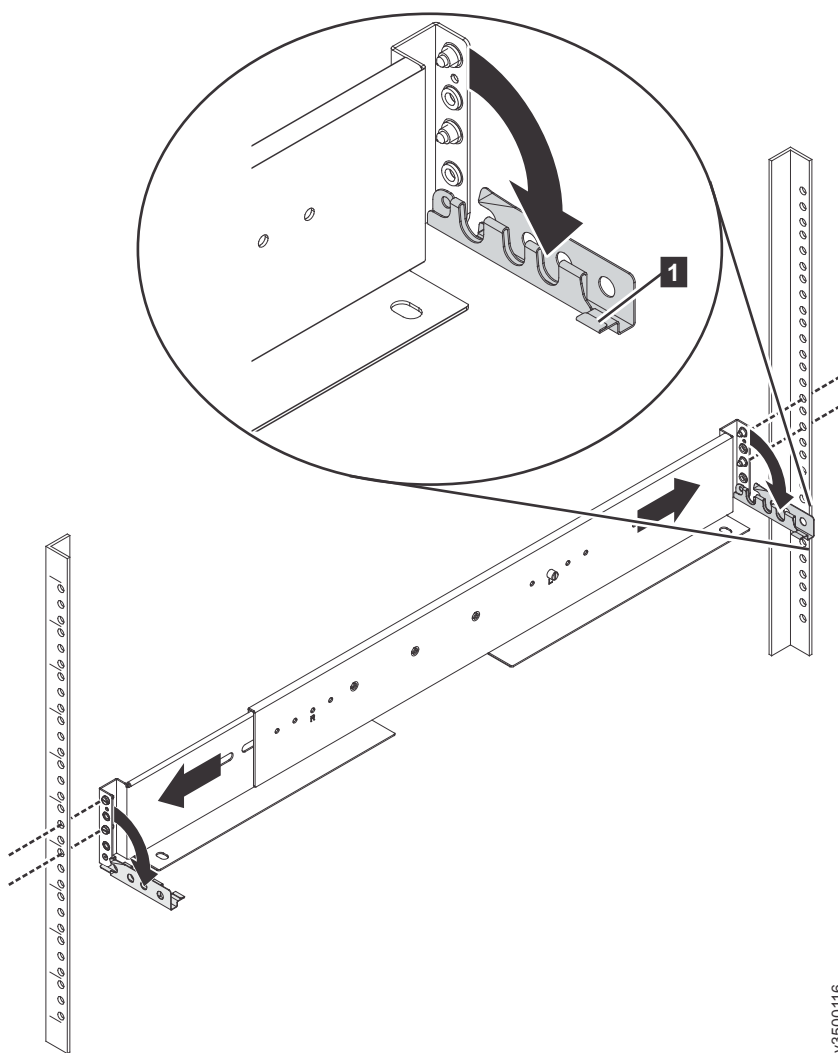

图 9. 打开铰链支架
5. 在导轨一端，抓住卡口 **1** 并使劲拉动以打开铰链支架（请参阅图 9）。